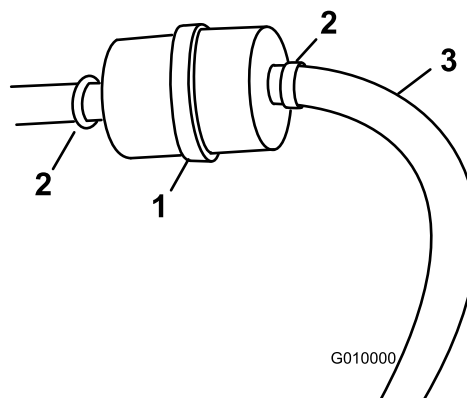

Figura 17
3. Coloque un recipiente limpio debajo del filtro de combustible (Figura 17).